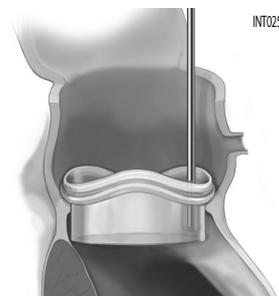

Figura 3
3. calibre la válvula al elegir el extremo del cuerpo del diámetro más grande que se ajuste cómodamente en el anillo. Asegúrese de que el reborde del cuerpo no atraviese el anillo (Figura 3). El reborde del cuerpo representa el manguito de sutura de la válvula, por lo que su finalidad es apoyarse en el anillo y no atravesarlo.